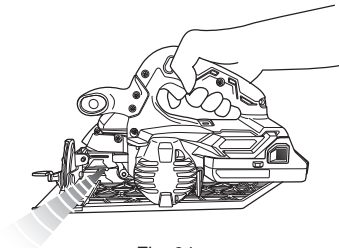

Fig. 24
7. Señales de aviso de luz LED (Fig. 24)